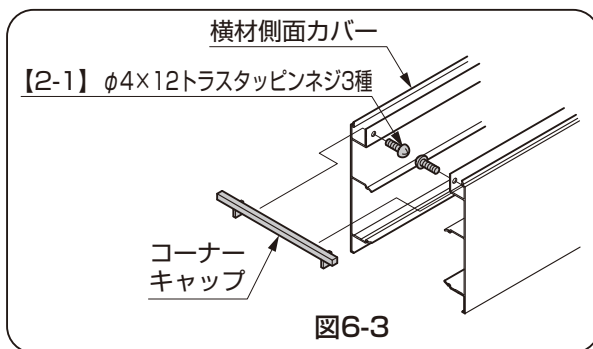

図6-3
- ②コーナーキャップを【2-1】で取付けてください。(図6-3参照)